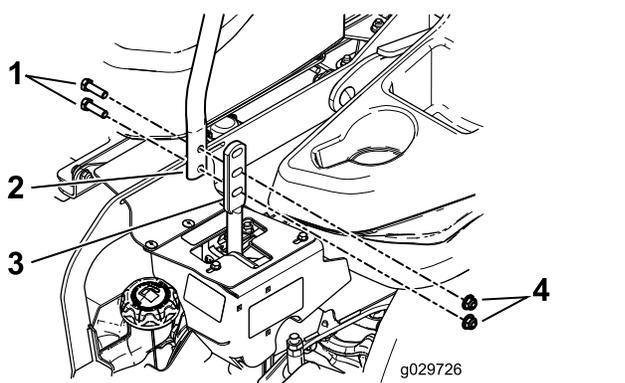

Figure 85
3. Desserrez les boulons et les écrous à embase situés dans les leviers (**Figure 85**).
4. Réglez l'alignement avant/arrière des leviers en les plaçant tous deux à la position **POINT MORT**, puis faites-les coulisser jusqu'à ce qu'ils soient alignés, et resserrez les boulons (**Figure 85**).